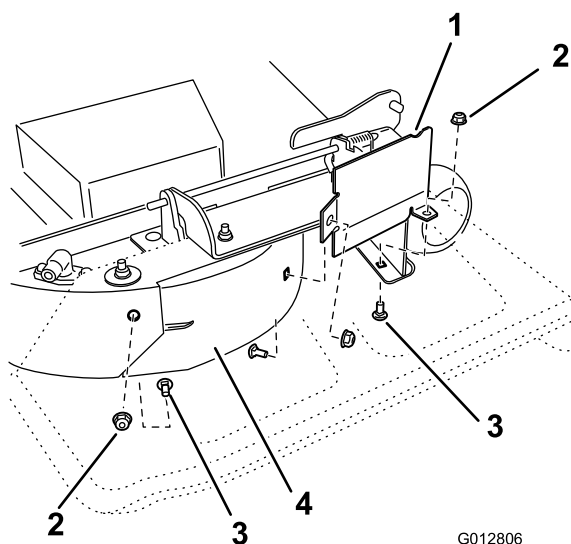

Figura 33
8. Retire el perno de cuello cuadrado (5/16 x 3/4 pulgada) y la contratuercas (5/16 pulgada), situados en la pared trasera de la carcasa de corte, que sujetan el deflector a la carcasa (Figura 33).
9. Localice el protector del deflector en el borde delantero del orificio de descarga lateral. Retire los fijaciones que sujetan el protector del deflector y el deflector derecho a la carcasa de corte, según se muestra en Figura 33. Retire el protector del deflector y guarde todos los herrajes.